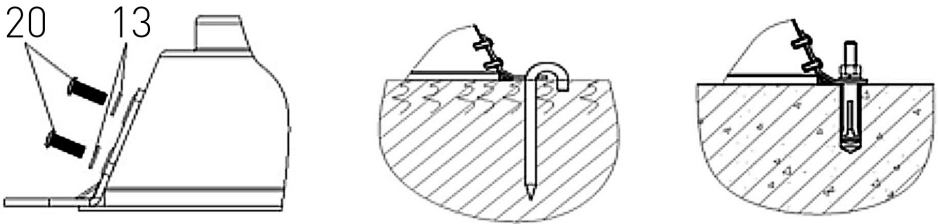

Abb. 3
SCHRITT 6: Befestigen Sie die Tür am Gehäuse - siehe Abb. 3 und Detail G.